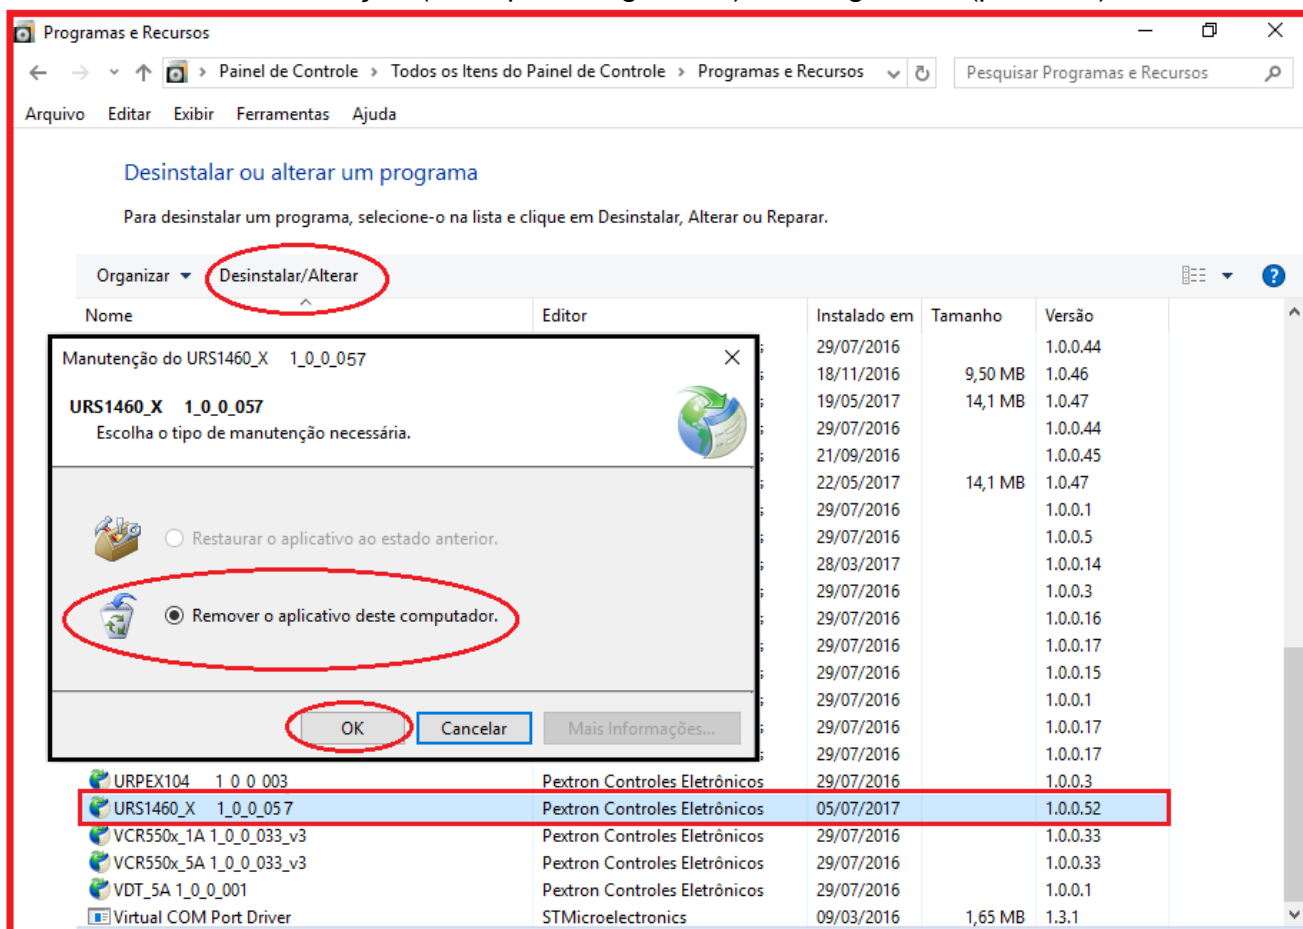

Figura 1A: Confirmação desinstalação da versão atual.
- 4 – Caso exista alguma versão anterior do mesmo modelo, deverá desinstalar a versão atual do aplicativo, antes de qualquer atualização e renomear ou deletar os arquivos padrões de fábrica salvos na pasta C:/ pextron. Ver Figura 1A (Painel de Controle – Programas (desinstalar um
programa) – Programas e Recursos (clique no arquivo a ser desinstalado) – Clique em Desinstalar. Aparecerá a tela de confirmação (exemplo na figura 1A). Ver Figura 1B (pasta C:).